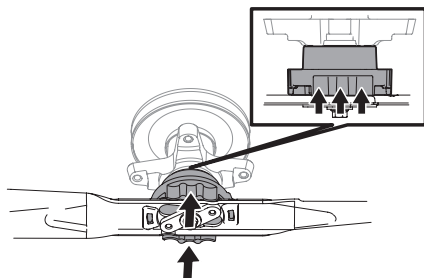

Fig. 47
- Poussez la bague de verrouillage vers le haut et retenez-la (Fig. 47).
4. Poussez la lame vers le haut contre l'adaptateur jusqu'à ce que la bague de verrouillage soit relevée (Fig. 47 à la page 106).